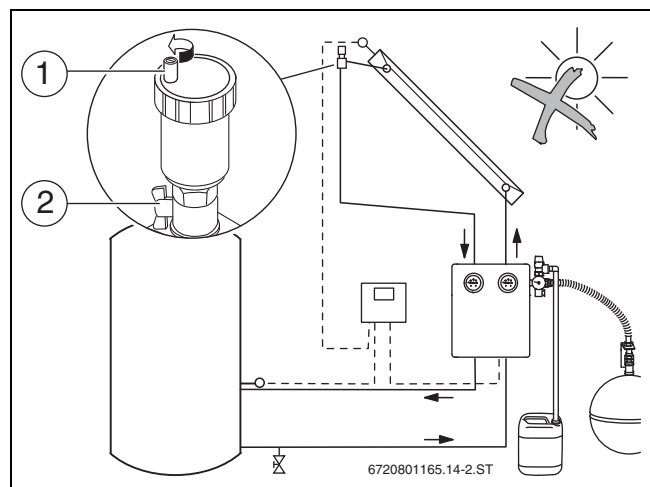

Рис. 36 Откройте воздушный клапан
- ▶ Закройте правый шаровой кран [2] на насосной станции и шаровой кран на воздухоотделителе (→ рис. 36, [2]).